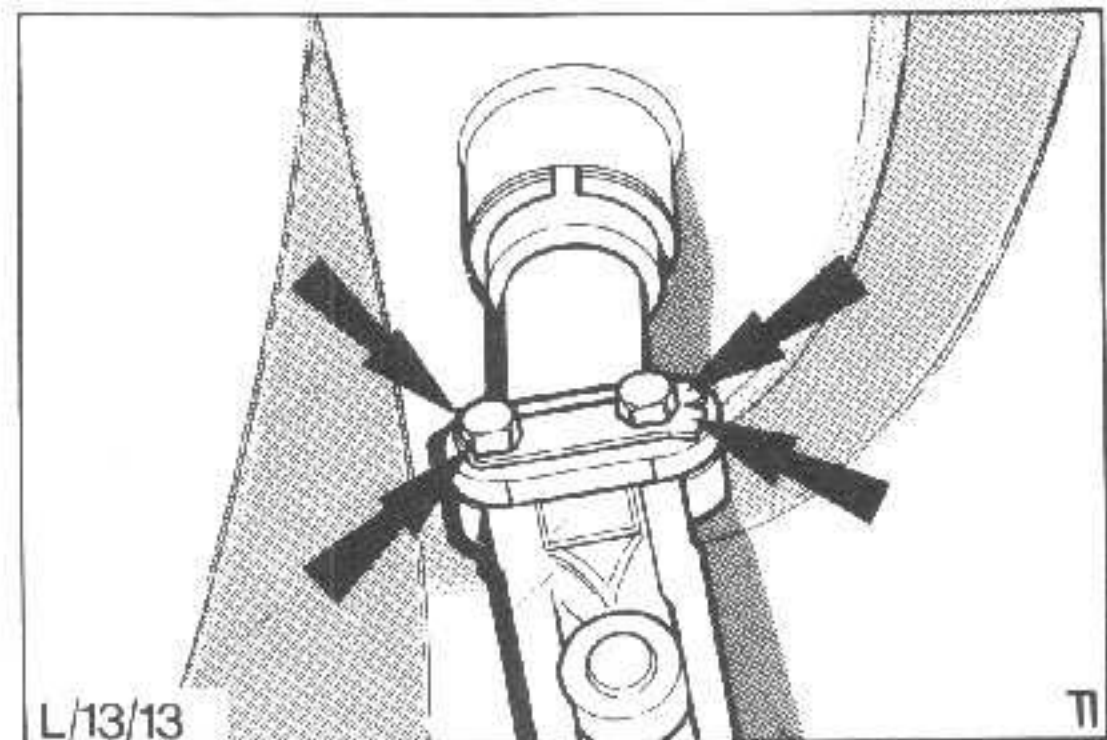

Abb.83 Verbindungsgelenk an Lenkspindel montieren (alle vier Laschen des Sicherungsbleches hochbiegen)
6. Sicherungsblech an allen vier Laschen hochbiegen, Abb.83.